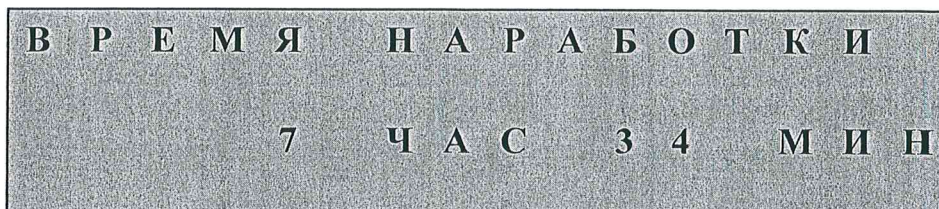

Рисунок 23 - Общий вид экранной формы контроля времени наработки
7.11.3 Нажатием кнопки «РЕЖ» (поз. 4 на рис. 3) перевести прибор в режим контроля времени наработки, при этом на ЖКИ (поз.1 на рис. 3) будет выведена экранная форма, вид которой приведен на рис. 23.